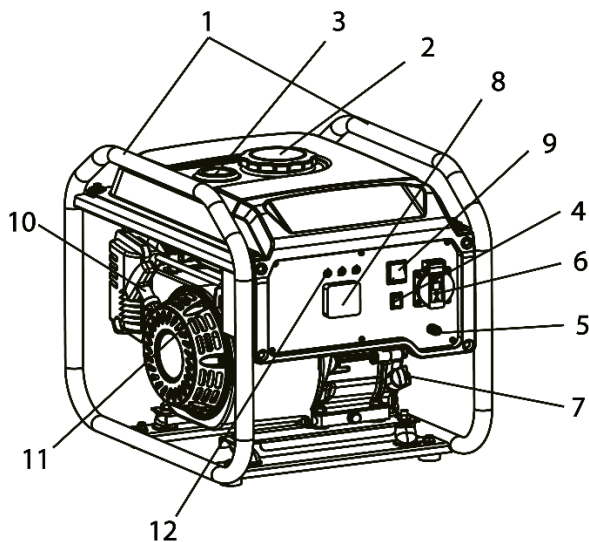
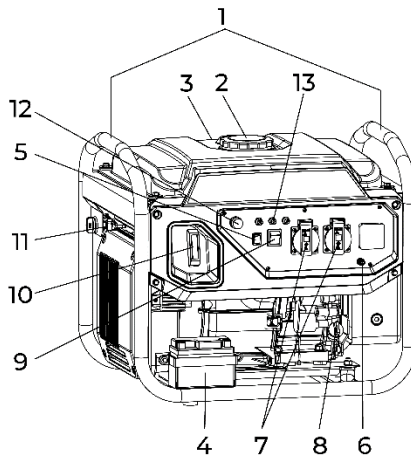

Рис.1
Рис.2
- Выкрутите щуп уровня масла (7) (Рис. 1) или (8) (Рис. 2) с горловины и залейте масло, периодически проверяя уровень масла;
- Открутите крышку топливного бака (2) (Рис. 1) и (Рис. 2);
Подсоедините провод к клемме заземления (5) (Рис. 1) или (6) (Рис. 2);